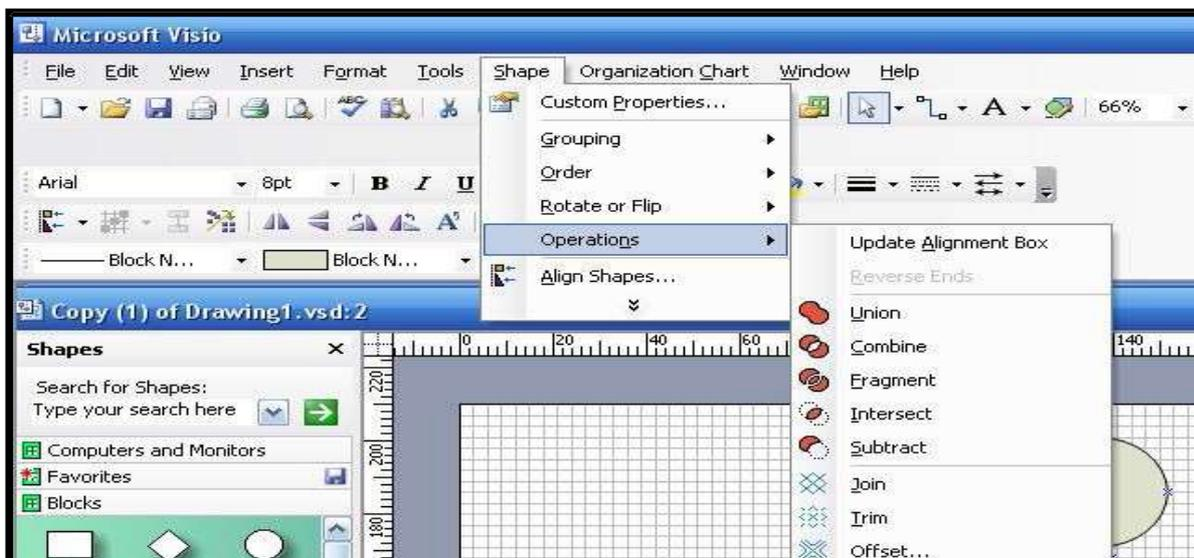

Рис. 67. Команды Shape
2. **Операции с фигурами.** Использовать фигуры из группы **Blocks**. Для создания из них новых фигур применять команды **Shape – Operations** (рис. 67):